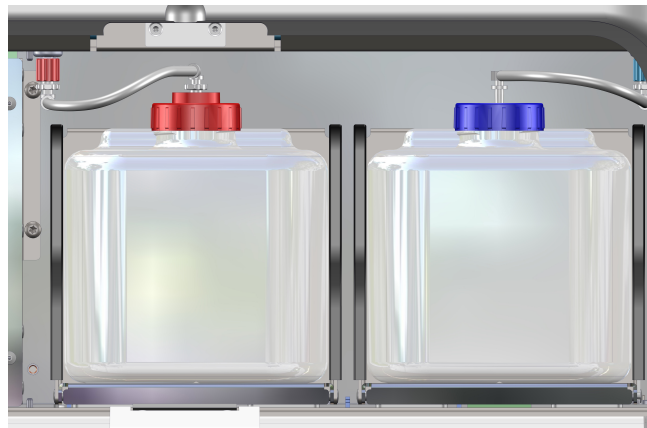

Figura 55
2. Ubique el recipiente iWASTE PRO en la bandeja para recipientes que hay a la izquierda (Figura 55).